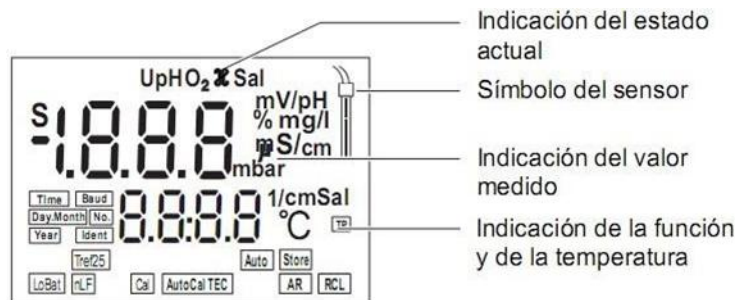

Figura 1: Display de la sonda multiparamétrica WTW 3320
- b) En la pantalla aparecerá brevemente el *test* del *display* (Figura 1).